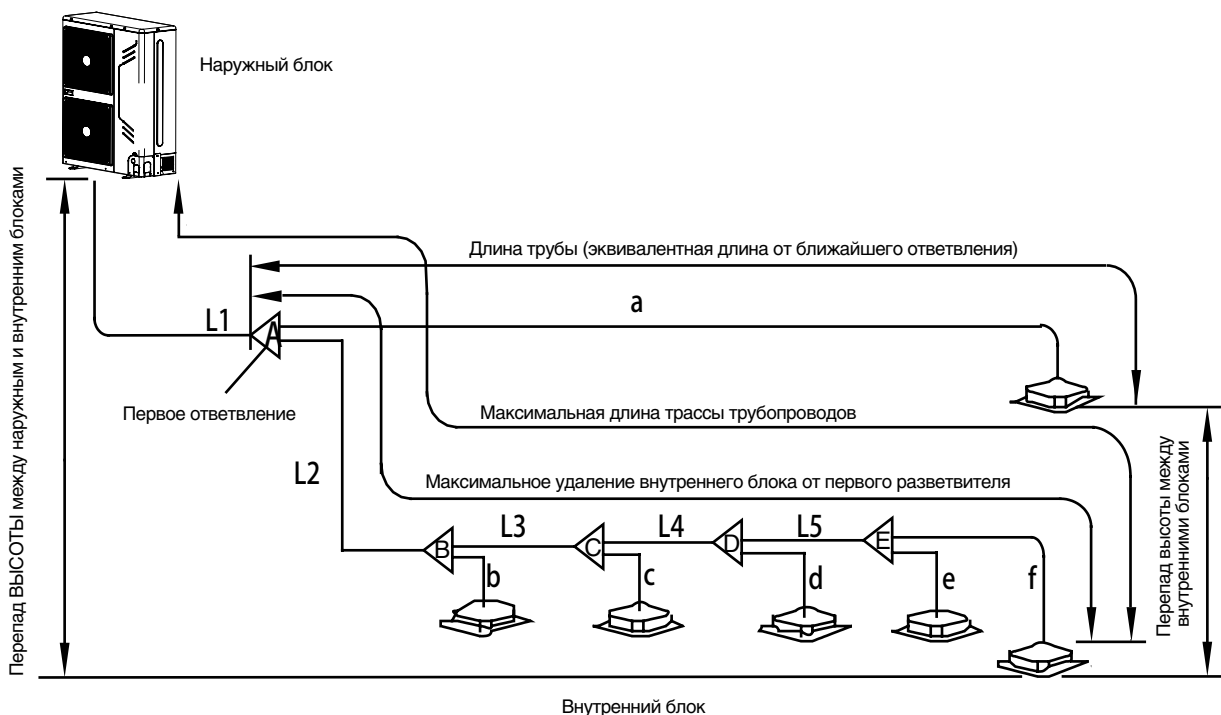

Рис.4-7
- Основная труба (см. рис. 4-5 и рис. 4-7).